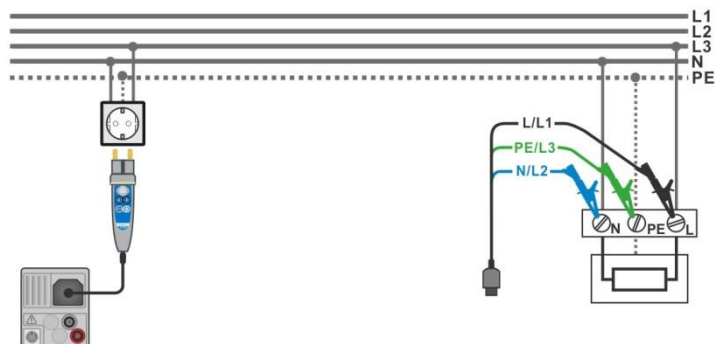

Abbildung 7.100: AUTO TN Messung
- › Schließen Sie die Prüfleitungen oder den Commander Prüfstecker am Prüfling an, siehe **Abbildung 7.100**.